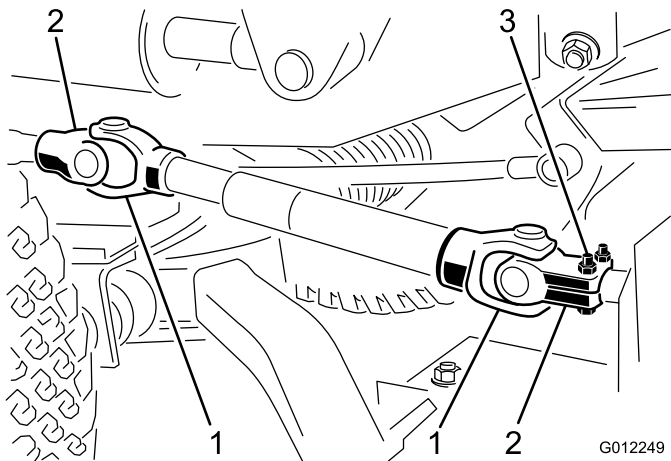

Figura 11
2. Fate scorrere la forcella sull'albero e fissate con un perno e rullo, 2 viti a testa cilindrica (5/16 x 1-3/4 poll.) e dadi di bloccaggio (5/16 poll.) (Figura 11).